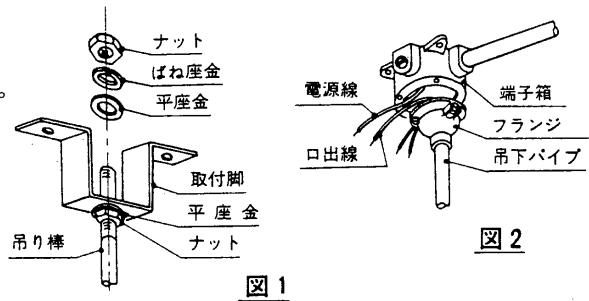

図 1
4. 吊り棒を取り付脚に図 1 のように平座金、ばね座金、ナットの順に入れ返り止めしてください。